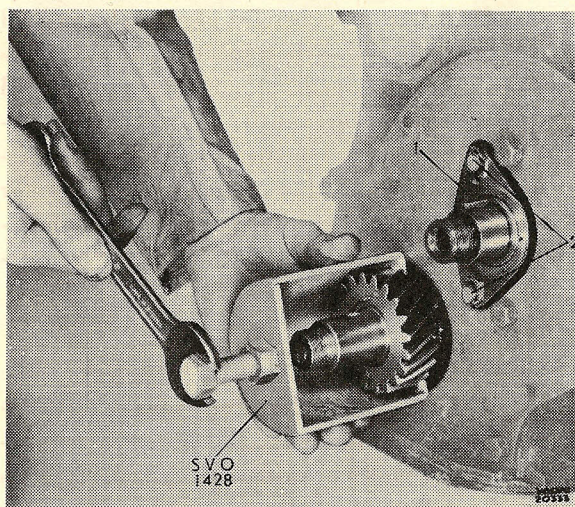

Bild 43.
6. Kamaxeln kan nu dragas ut framåt sedan tryckflänsen 1, bild 43, borttagits.
11. Drag av drevet på vevaxeln med SVO 1428 A (SVO 1428) (bild 43).
14. Tag bort tryckflänsen (1 bild 43) för kamaxeln och drag ut denna.